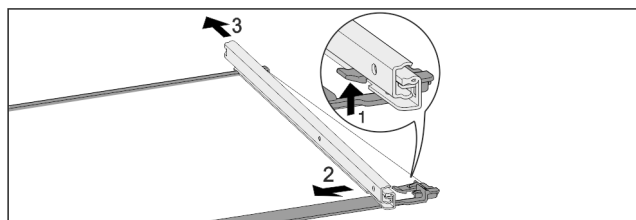

Fig. 127 Glasplatte mit Schienen
- ▶ Vorderen Rasthaken nach oben drücken. Fig. 127 (1)
- ▶ Auszugsschiene zur Seite Fig. 127 (2) und nach hinten Fig. 127 (3) wegschieben.